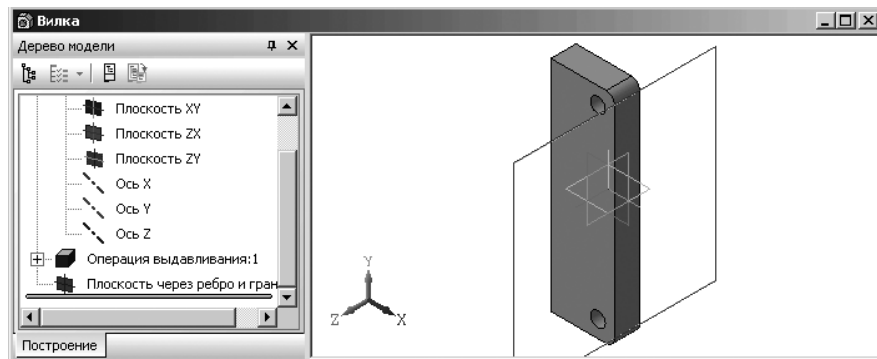

Рис. 3.48. Результат построения вспомогательной плоскости для создания проушины
- щелкните по этому пункту для выделения только что построенной вспомогательной плоскости. Это состояние системы показано на рис. 3.48.